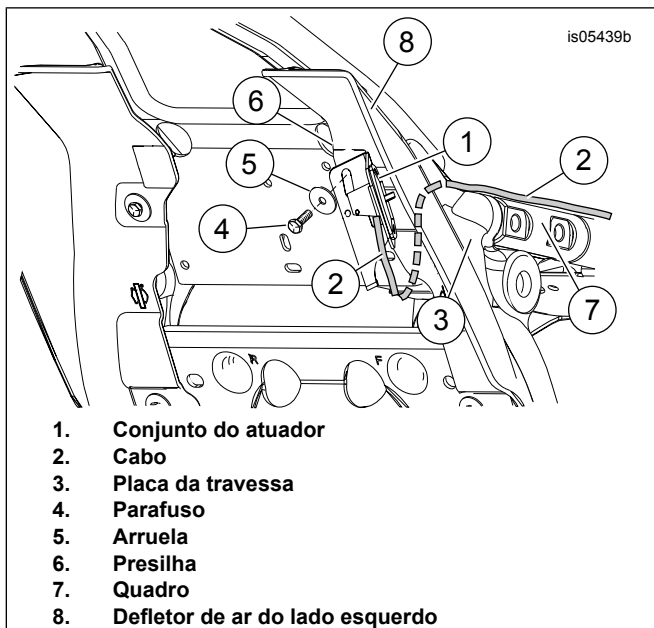

Figura 9. Instalação do conjunto do atuador com defletor de ar no centro do quadro
12. **Modelos com defletor de ar no centro do quadro:** Veja Figura 9.
- a. Deslize o lado liso do conjunto do atuador (1) para trás dos fios da vela de ignição.
- c. Fixe com o parafuso (4) e a arruela (5). Aperte.